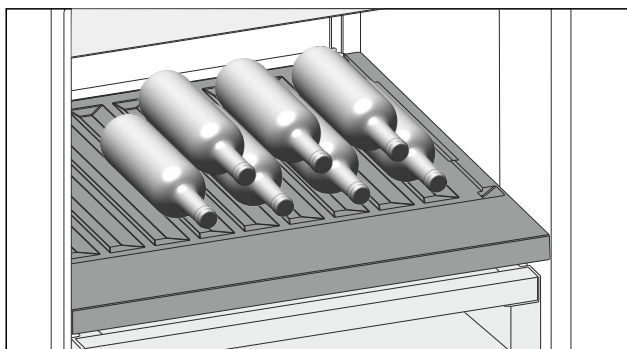

Fig. 187 Shembull ilustrues
- Shtri shishet me fundin të drejtuar në faqen e pasme të frigoriferit. (shihni Fig. 187)